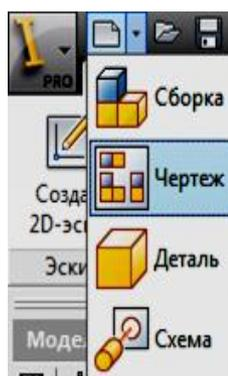

Рис. 4.33. Загрузка среды «Чертеж»
1. Загрузите среду «Чертеж». Для этого в панели быстрого доступа выберите «Создать», а в раскрывшемся меню выберите «Чертеж» (рис. 4.33). Программа *Autodesk Inventor* открывает пустой лист чертежа формата А3 с универсальной границей и основной надписью.